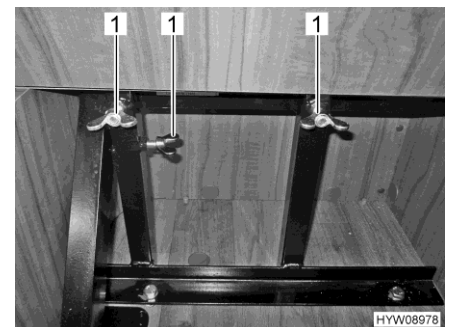

Fig. 25 Bloquer le siège emboîtable avec des écrous à oreilles
- Bloquer le siège emboîtable avec des écrous à oreilles (Fig. 25,1).